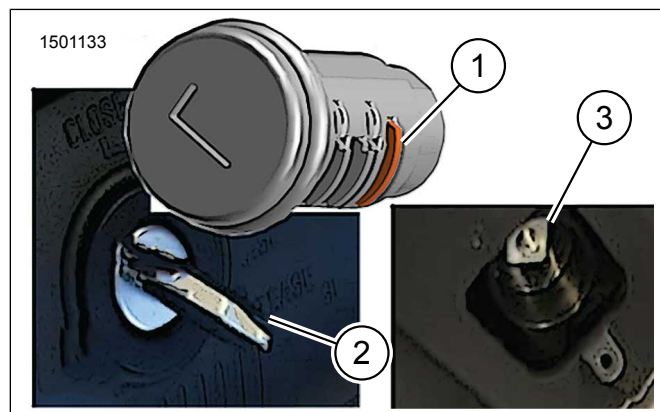

Рисунок 8. Переключатель разблокировки: позиция разблокировки
1. Рисунок 8 Расположите ротор, задайте положение разблокировки.
3. Рисунок 8 Установите стопорную гайку.
- a. Расположите фиксирующий переключатель (1) в позиции разблокировки (2).
b. Квадратный выступ на замке должен быть сопряжен с квадратным отверстием на роторе (3).